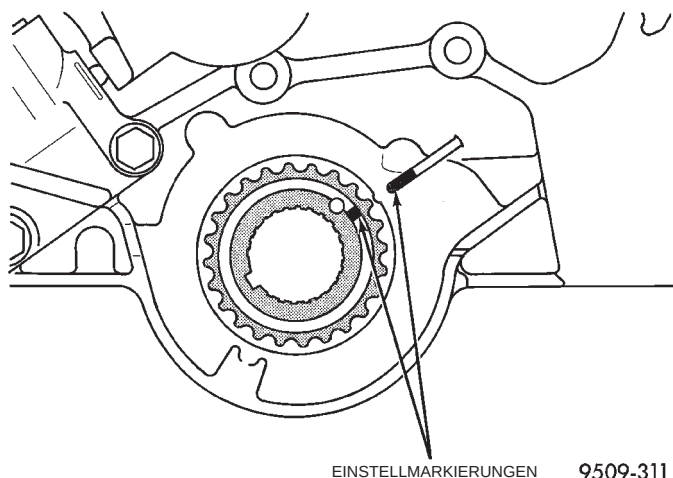
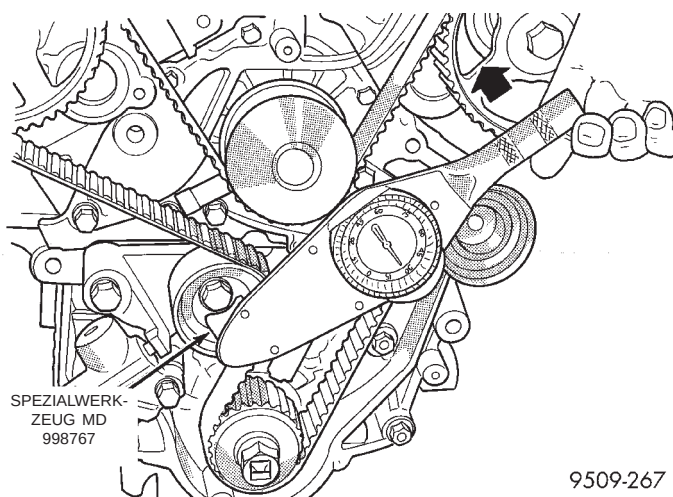

Abb. 57 Kurbelwellenrad vor dem Auflegen des Zahnriemens ausrichten
Abb. 58 Einstellen der Antriebsriemenspannung
(4) Kurbelwelle bis zum OT drehen (Abb. 57). Den Zahnriemen anschließend um die Umlenkrolle, das Kurbelwellenrad und die Spannrolle legen.
(5) Kurbelwellenrad zur Straffung des Riemen im Uhrzeigersinn drehen und prüfen, ob alle Einstellmarkierungen ausgerichtet sind.
(6) Spezialwerkzeug MD 998767 und einen Drehmomentschlüssel an der Spannrolle ansetzen. Spannvorrichtung mit einem Drehmoment von 4,4 N·m (38.9 in. lbs.) vorspannen (Abb. 58). Schraube der Spannrolle mit einem Anzugsmoment von 48 N·m (35 ft. lbs.) festziehen.
(7) Spannrolle mit o.g. Drehmoment vorgespannt halten und die Spannvorrichtung in die Halterung des Spannrades einbauen. Befestigungsschrauben mit einem Anzugsmoment von 23 N·m (205 in. lbs.) festziehen.
(8) Fixierstift des Kolbens herausziehen.